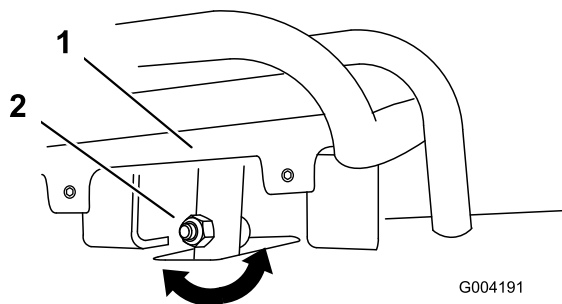
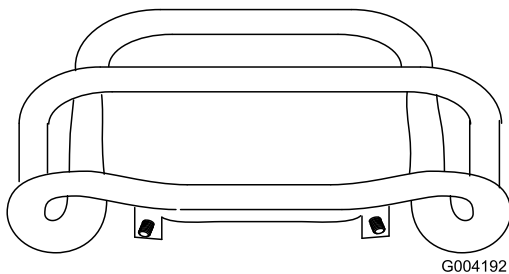

Figura 53
Figura 54
4. Si la parte delantera del control de tracción no queda enrasada con y paralela a la barra de referencia, afloje la tuerca con arandela prensada y el perno del tubo del control de tracción (Figura 53).
5. Ajuste el control de tracción hasta que quede enrasado con la barra de referencia al tirar del mismo hacia atrás del todo (Figura 53 y Figura 54).